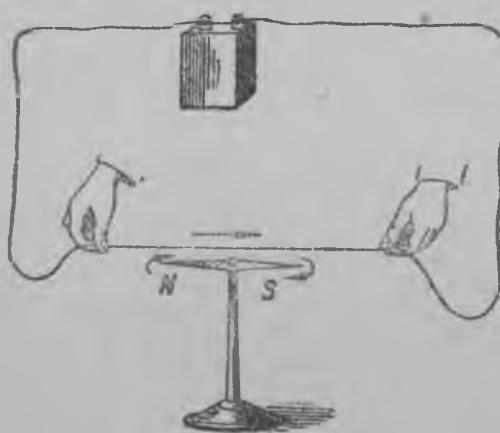

Рис. 80. Токан магнитной поля.
67. Токан магнитной поля. Энзимäzes ознакомленияс токан ке мүб näйммä, что токан маткуамине проводас сопровождайчех магнитнолойл явлениёйл. Панемма параллельно магнитнойл стрелкал проводан и түöниämmä проводуа мүöте токан (рис. 80). Мүб näеммä, что стрелка отклоняйчех омас эндизес положенияс. Күй вай лопемма токан пийстамизиен, стрелка уувес сах тулоу омак первоначальнойх положениях.